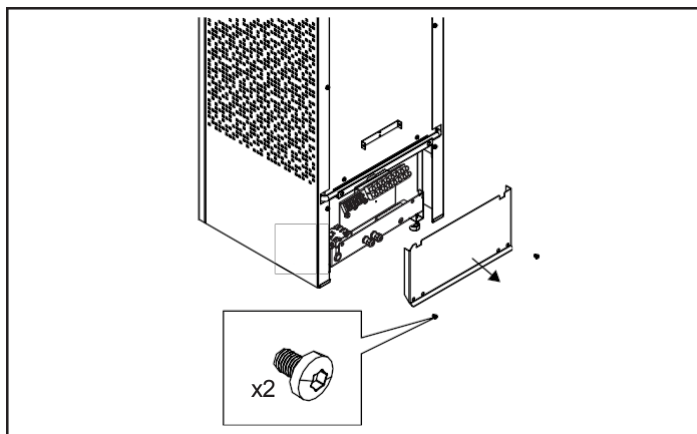

Figura 8: Aprire il portello anteriore
2. Svitare le viti e aprire lo sportello anteriore e posteriore (figura 8).
5. Rimettere a posto il portello anteriore (vedere figura 8).